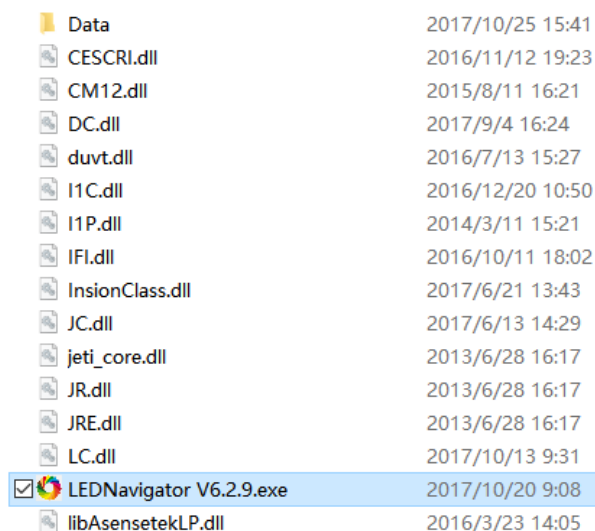

图 3.5. LEDNavigator 图标
- 双击打开软件 LEDNavigator, 见图 3.5。